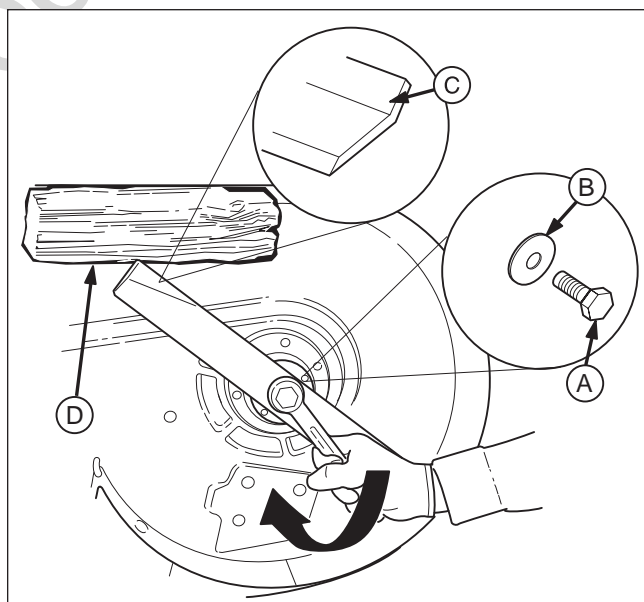

Figura 31. Apriete de las cuchillas del cortacésped para la instalación
1. Vuelva a instalar cada cuchilla del cortacésped con los elevadores por aire apuntando hacia arriba hacia la plataforma del cortacésped como se muestra en la Figura 31. Fíjelas con el perno de montaje de las cuchillas del cortacésped y una arandela plana (A y B, Figura 31) y aplique un par motor de 70 pies lb (94 Nm).